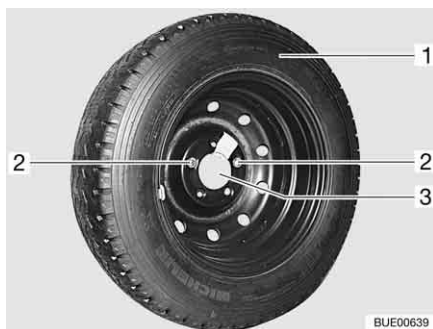

Fig. 312 Suporte da roda sobresselente na garagem
- Desenrosque ambos os parafusos de fixação (Fig. 312,2) com a ferramenta de bordo e retire-os.
- Retire a roda sobresselente (Fig. 312,1) do suporte (Fig. 312,3).